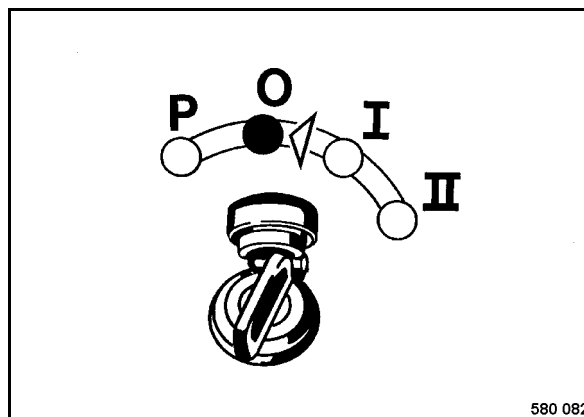

Fig. 55
- Colocar el interruptor de encendido y arranque (Fig. 55) en posición "O" ó "P" y extraer la llave de encendido.